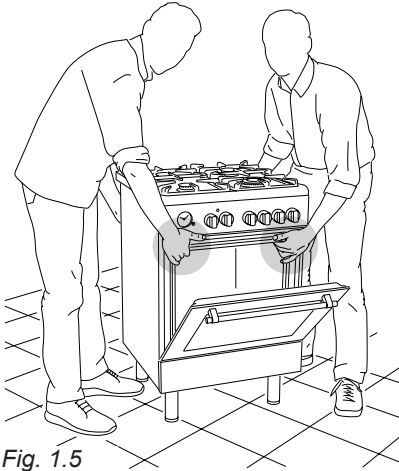
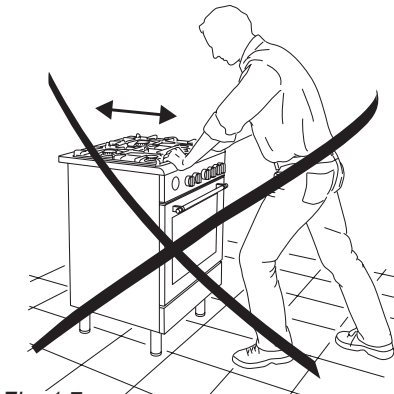

Fig. 1.5
Fig. 1.7
**ATTENZIONE:** La cucina deve essere sempre raddrizzata da due persone per evitare di danneggiare i piedi (fig. 1.5).
**ATTENZIONE :** Quando si sposta la cucina nella sua posizione definitiva, **NON TRASCINARLA** (fig. 1.7), ma sollevare i piedi dal pavimento (fig. 1.5).